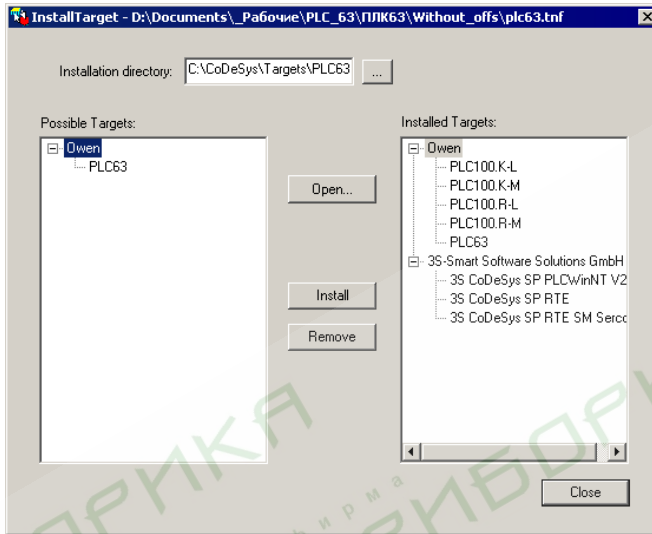

Рисунок 4.1 – Окно «Installtarget» утилиты Installtarget
2. В открывшемся окне (см. рисунок 4.1) следует нажать кнопку «Open» и указать путь доступа к инсталлируемому target-файлу. target-файлы имеют расширение \*.tnf (target Information File). target-файлы контроллеров ПЛК63 находятся на компакт-диске, поставляемом с контроллером.
3. После открытия требуемого файла в области «Possible targets» в левой части окна (рисунок 4.1) отобразится папка «Owen».